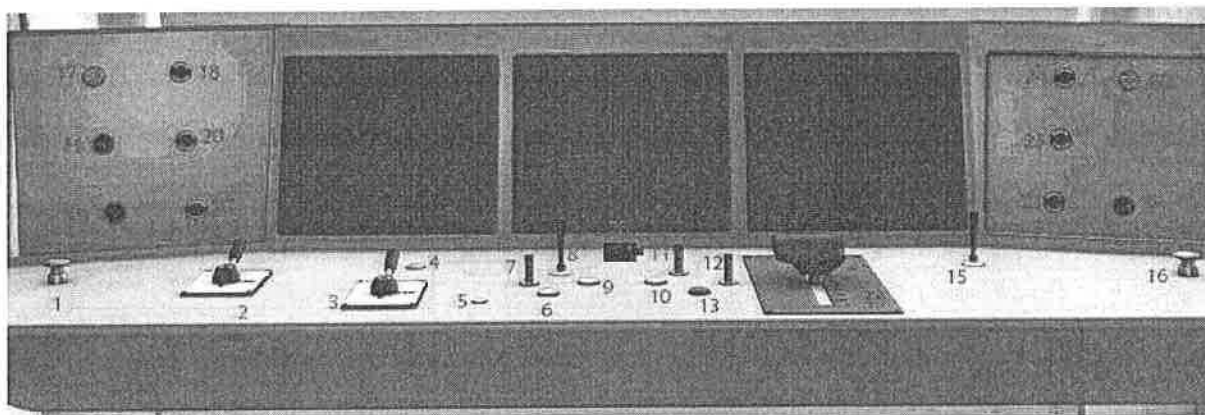

Figura 22: Distribución de mandos en el PF.
- **ID:** nombre que se utiliza para cada agrupación de mandos en la tarjeta electrónica, así como en la Figura 22.
- **ID:** número asignado a cada mando en la Figura 22. Hay varios IDs cuya procedencia no es de un mando sino de una entrada/salida de audio o de una alimentación. En este caso al ser un cableado comercial, se utilizará como ID el nombre del cable.